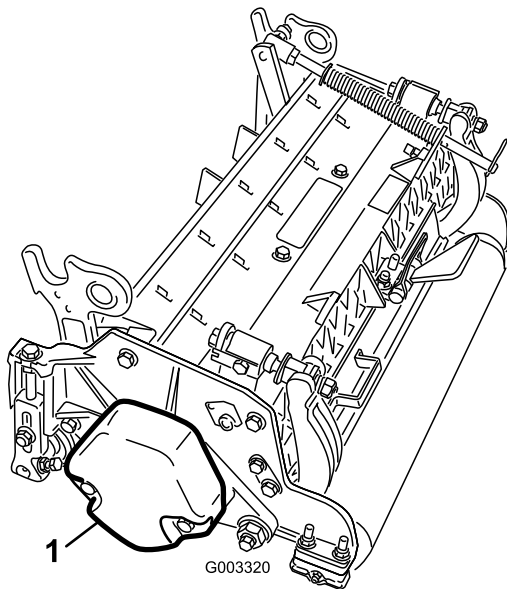

図 15
1. 番、.番、番カッティングユニットでは、カウンタウェイトをカッティングユニットの左側に固定しているキャップスクリュ(2本)を取る。カウンタウェイトを取り外す 図 15。